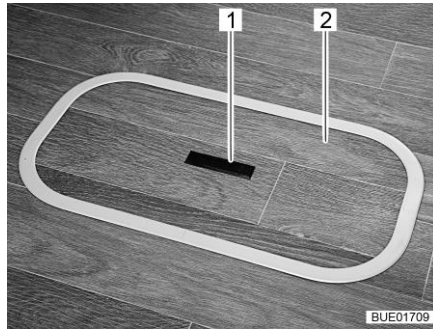
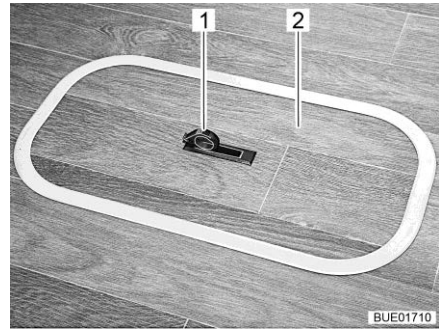

Fig. 70 Copertura scomparto del pavimento (maniglia abbassata)
Fig. 71 Copertura scomparto del pavimento (maniglia alzata)
- Spingere la piastra di presa (Fig. 70,1) verso il basso da un lato. La maniglia (Fig. 71,1) viene ruotata verso l'alto.
- Rimuovere la copertura (Fig. 70,2 o Fig. 71,2) tirandola verso l'alto.